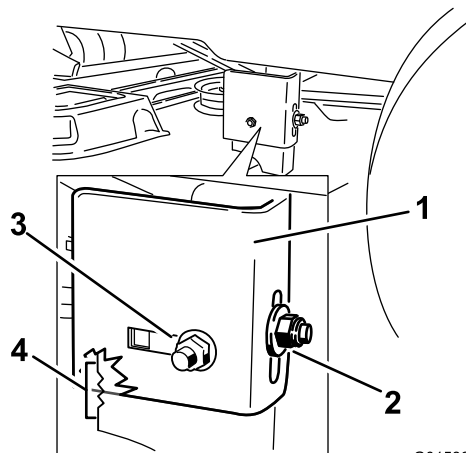
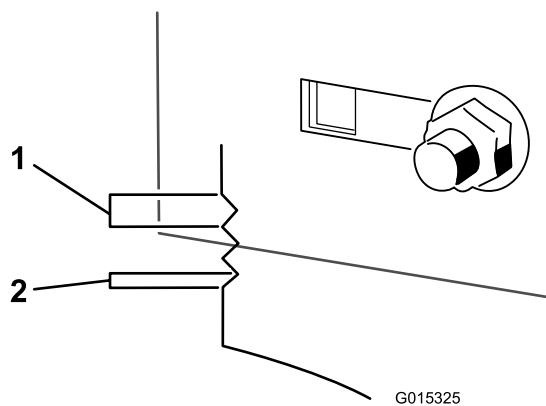

Figure 51
Figure 52
10. Desserrez l'écrou de blocage latéral sur le support jusqu'à ce qu'il soit possible d'ajuster le support (Figure 51). Utilisez les crans du support soudé pour mesurer le réglage requis. La surface de chaque cran équivaut à 6 mm, tandis qu'un côté équivaut à 3 mm (Figure 52). Réglez le plateau de coupe à la hauteur voulue.
11. Arrêtez le plateau de coupe et vérifiez sa hauteur, puis serrez l'écrou de blocage arrière sur le support pour fixer cette nouvelle position (Figure 51). Serrez l'écrou de blocage latéral sur le support.